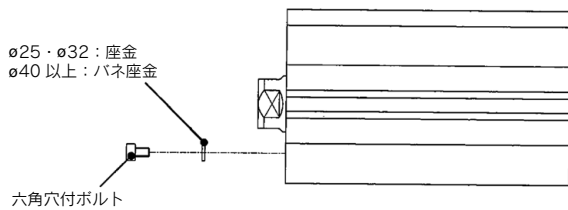

図12
### ④ 六角穴付ボルトの装着 [φ25以上のみ] (図12)